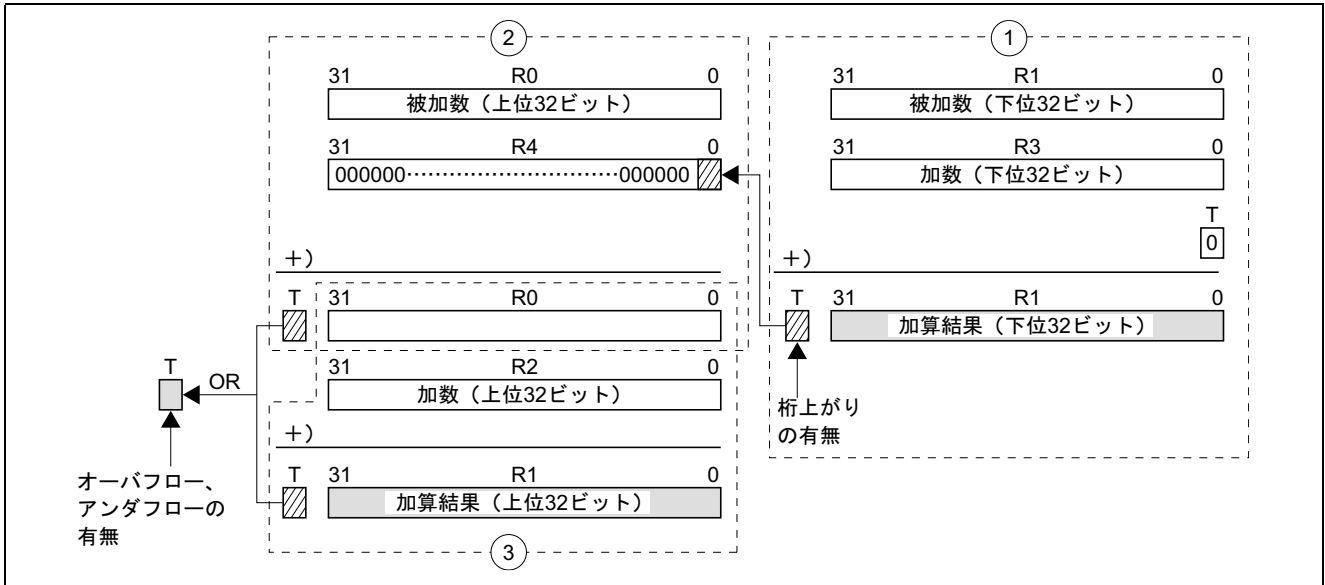

図2 符号付き加算
- a. 被加数と加数の下位 32 ビットをキャリ付加算命令 (ADDC) により加算します。加算後、桁上りの有無が T ビットに示されます。（図 2-①）
- b. 桁上りを被加数の上位 32 ビットに加算します。a. の T ビットの内容を R4 に格納し、被加数の上位 32 ビットとオーバーフロー、アンダフローのチェック付加算命令 (ADDV) により加算します。桁上りが発生していた場合には、被加数の上位 32 ビットに “1” が加算され、発生していなかった場合には、被加数の上位 32 ビットに 0 が加算されます。加算後、オーバーフロー、アンダフローの有無が T ビットに示されます。（図 2-②）
- c. b. の加算結果と加数の上位 32 ビットをオーバーフロー、アンダフローのチェック付加算命令 (ADDV) により加算します。加算後、オーバーフロー、アンダフローの有無が T ビットに示されます。（図 2-③）